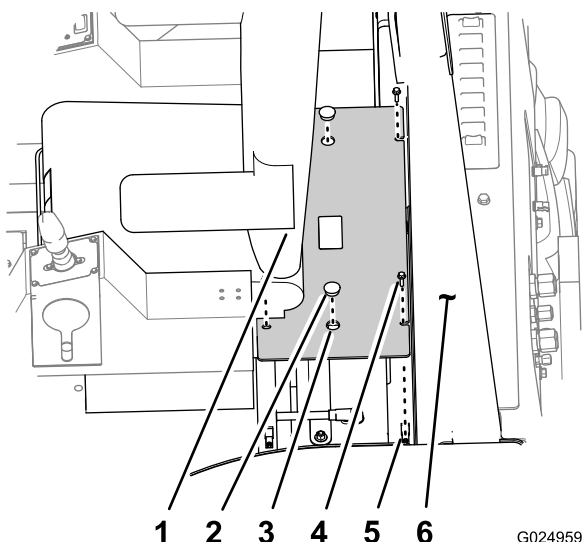

Figura 120
3. Retire as 2 tampas com puxador dos orifícios na tampa da bateria (Figura 120).
4. Remova os 4 parafusos flangeados (5/16 x 1 pol.) que fixam a tampa da bateria à plataforma EPCC (Figura 120).
5. Usando os puxadores, suspenda a tampa da bateria para removê-la da plataforma EPCC (Figura 120).
4. Alinhe os furos da tampa da bateria com as porcas tipo clipe nas flanges de fixação da tampa (Figura 120).